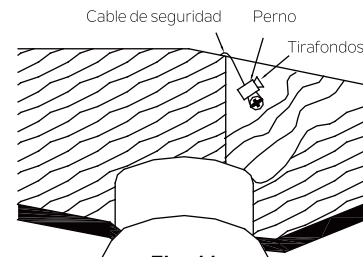

Fig. 11
Paso 2. Inserte el cable de seguridad a través del soporte de montaje y uno de los orificios de la caja de distribución eléctrica hasta el interior del techo. Ajuste la longitud del cable de seguridad para alcanzar el tornillo y las arandelas jalando todo el cable extra a través del sujetacables hasta que la longitud total sea la correcta; coloque el extremo del cable hacia atrás a través del sujetacables, formando un bucle al final del cable. Ajuste el sujetacables con firmeza. Ahora, coloque el bucle al final del cable de seguridad por encima del tirafondos y por debajo de la arandela. Ajuste bien el tirafondos. (Fig. 11)